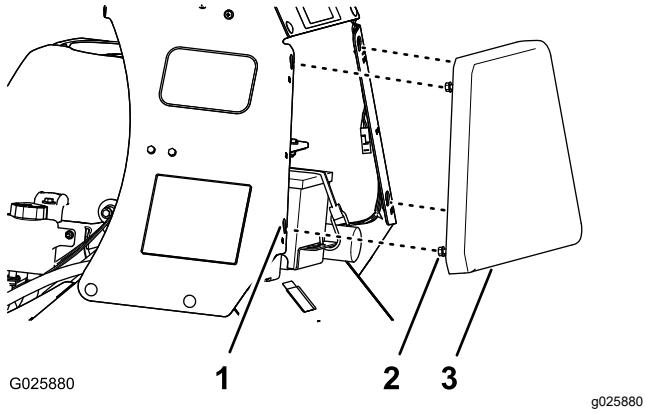

Figure 23
1. Desserrez les 4 boulons à embase qui fixent la plaque aux panneaux gauche et droit de la console (Figure 23).
2. Soulevez la plaque de la console (Figure 23) d'environ 13 mm (½ po).
3. Tirez la plaque en arrière et déposez-la de la machine (Figure 23).
1. Placez les 4 boulons à embase sur la face avant de la console en face des 4 fentes en trou de serrure dans le cadre de la console (Figure 23).
2. Avancez la plaque jusqu'à ce qu'elle soit de niveau avec le cadre de la console (Figure 23).
3. Abaissez la plaque jusqu'à ce que les boulons à embase soient engagés dans les fentes (Figure 23).